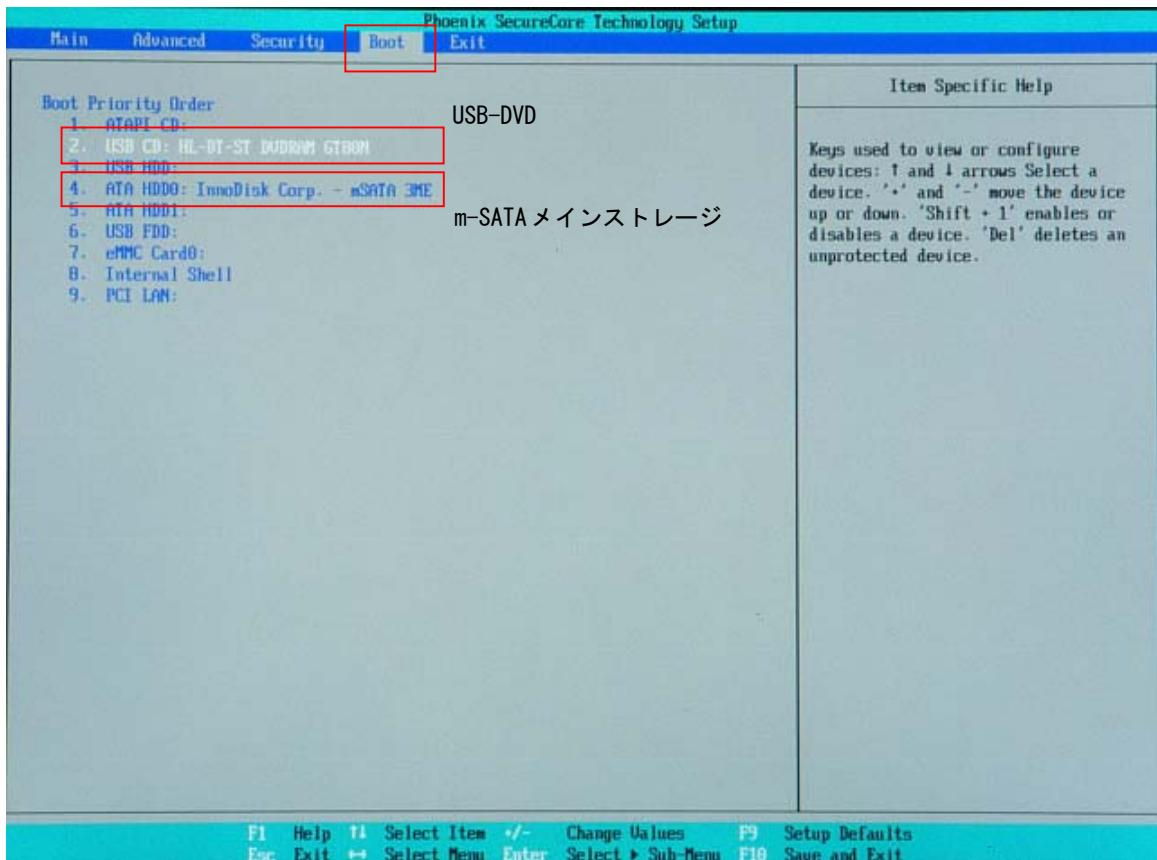

図 6-1-3. Bootデバイスの選択
- ⑧ [Boot] メニューを選択します。(図 6-1-3)
⑨ [USB CD] (接続した USB-DVD ドライブ) を[ATA HDD0] (m-SATA メインストレージ) よりも上に設定します。